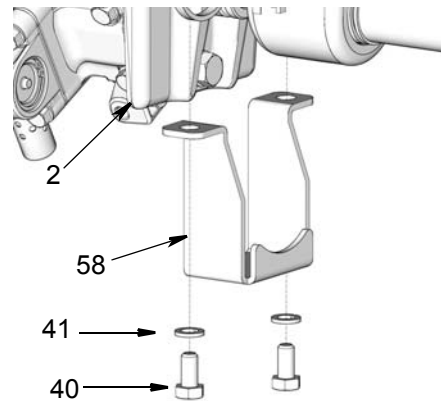

FIG. 34
4. Placer la protection doigt (58) sur la base de la pompe (2). Placer les trois rondelles (41) et les vis (40). Bien serrer (FIG. 34).